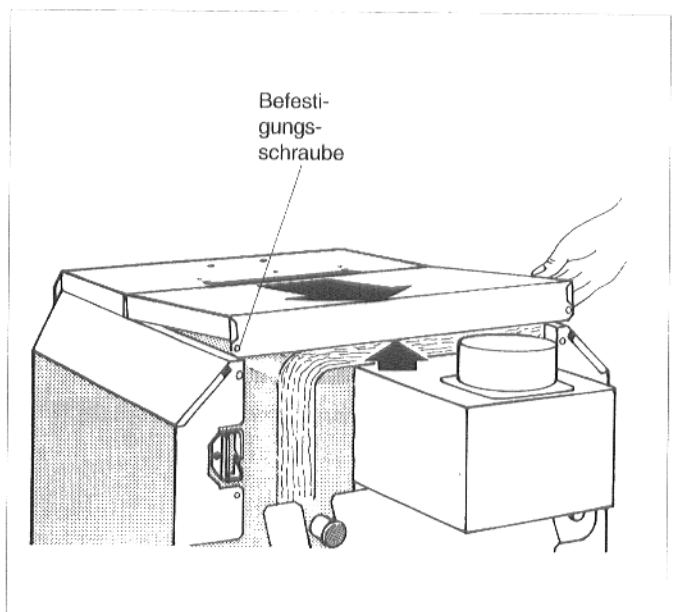

Abb. 8: Hintere Kesselhaube abnehmen
- Die beiden Befestigungsschrauben der hinteren Kesselhaube herausdrehen. Hintere Kesselhaube anheben und nach hinten wegnehmen (Abb. 8)